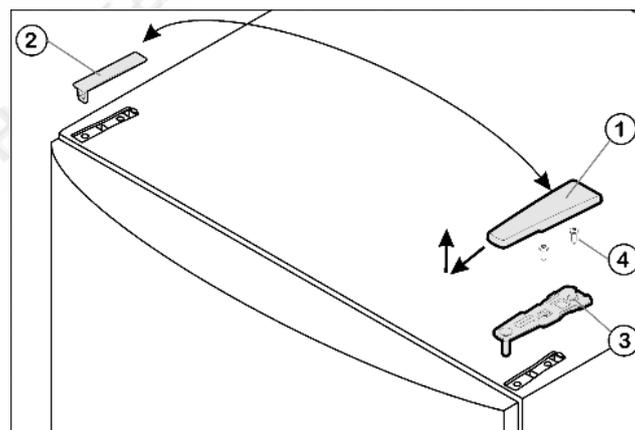

Fig. 4
- ▶ Потяните крышку Fig. 4 (1) вперед и вверх.
- ▶ Снимите крышку Fig. 4 (2).
- ▶ Открутите верхний опорный кронштейн *Fig. 4 (3)* (2 шт. Torx® 25) *Fig. 4 (4)* и вытяните вверх.
- ▶ Установите верхний опорный кронштейн Fig. 4 (3) на новой стороне шарнира и защелкните в дверце.
- ▶ Привинтите верхний опорный кронштейн (с моментом 4 Нм)(2 шт. Torx® 25) Fig. 4 (4). При необходимости проделайте отверстия или используйте аккумуляторную отвертку.
- ▶ Наденьте и защелкните крышку Fig. 4 (1) и крышку Fig. 4 (2) на противоположной стороне снаружи.